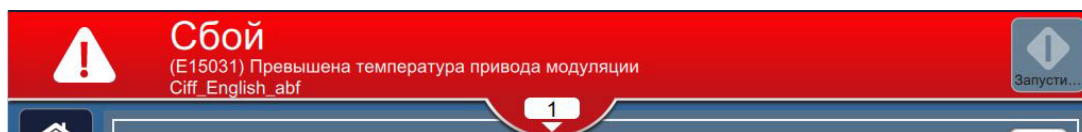

Рис. 8-6: Выбор сбоя
1. Коснитесь  в строке сообщений, чтобы посмотреть список неочищенных сбоев (Рис. 8-6).